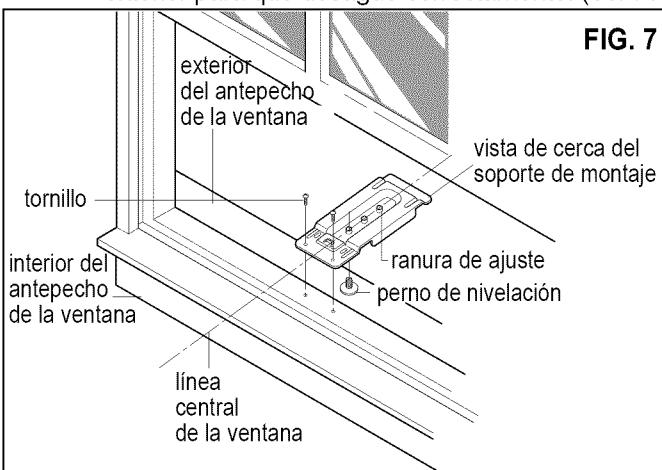
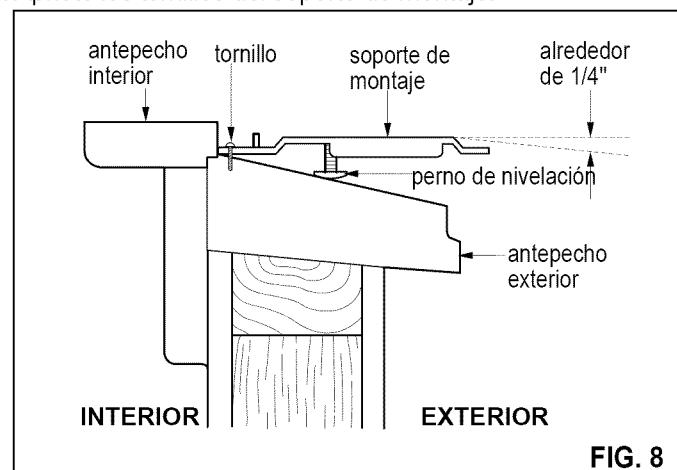

FIG. 7
FIG. 8
**4** Instale el soporte de montaje en el antepecho de la ventana. Ver FIG.7. Instale el perno de nivelación hacia arriba a través de la parte de abajo del soporte de montaje. Puede elegir entre el perno corto o el largo dependiendo de su tipo de ventana. También deberá elegir la posición del agujero en el soporte de montaje. Ponga el soporte en centro del antepecho (Ver FIG.7). Atornille ligeramente el soporte al antepecho con los tornillos provistos. Ajuste el perno nivelador de manera que el acondicionador de aire esté un poco inclinado (alrededor de 1/4") para abajo hacia el exterior para que desagüe correctamente. (Ver FIG.8). Apriete los tornillos del soporte de montaje.